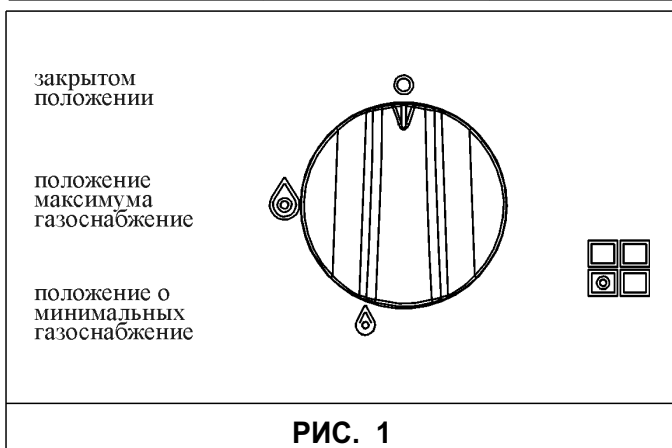

РИС. 1
- розжиг конфорок с предохранительной термопарой (системой "газ-контроль") можно произвести только если ручка установлена в положение Максимум (большое пламя рис. 1 - 1/A).